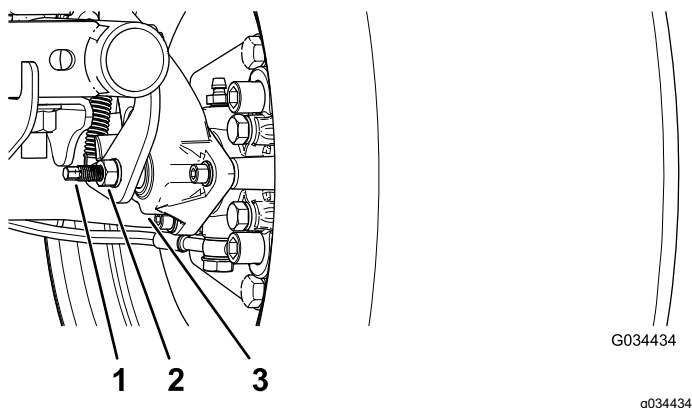

Figura 51
3. Utilizând 2 chei, inei în poziie piciorul de reglare de pe etrier cu o cheie i slăbii contrapiulia cu un sfert ($\frac{1}{4}$) de tură cu cealaltă cheie (Figura 51).
4. În timp ce inei în poziie piciorul de reglare i contrapiulia, rotii piciorul de reglare pentru a-l strânge (Figura 51).
5. În timp ce inei în poziie piciorul de reglare i contrapiulia, slăbii cu un sfert ($\frac{1}{4}$) de tură (Figura 51).
6. În timp ce inei în poziie piciorul de reglare i contrapiulia, strângei contrapiulia (Figura 51).